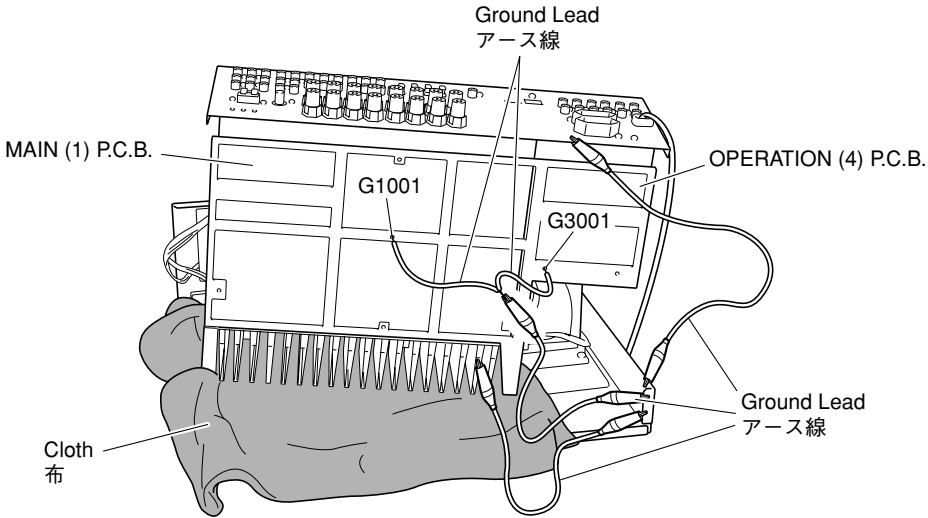

Fig. 6
- Put a Cloth over the equipment. Put the P.C.B.s together with the Heat Sink upright on the Cloth and check them. (Fig. 6)
- The P.C.B. removed from the chassis does not work because its grounding is loose. Be sure to connect the ground of Rear Panel, MAIN (1) P.C.B. (G1001) and OPERATION (4) P.C.B. (G3001) to the chassis with a ground lead or the like. (Fig. 6)
- ・ 布を敷きます。その上にP.C.B.をヒートシンクと一緒に立ててチェックします。(Fig. 6)
- ・ シャーシから外したP.C.B.はアースが浮いて動作しませんので、MAIN(1)P.C.B.(G1001)、OPERATION(4)P.C.B.(G3001)のアースをリード線等でシャーシまたはGNDに接続してください。(Fig. 6)